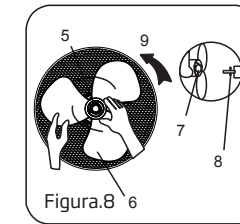

Figura.8
2. Insira a lâmina no eixo e verifique se o pino do eixo do rotor está encaixado na ranhura da lâmina. Gire o girador no sentido anti-horário para apertar a lâmina. (Figura.8)